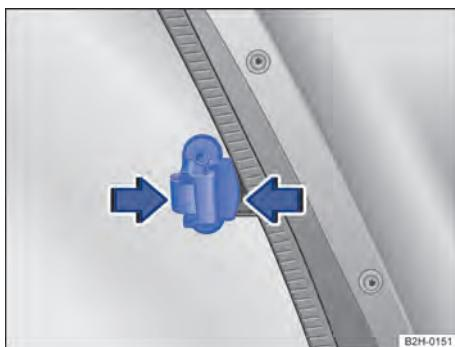

Fig. 33 No painel lateral da capota rígida do compartimento de carga: alça do vidro.
- Comprimir a alça do vidro → Fig. 33 no sentido da seta.